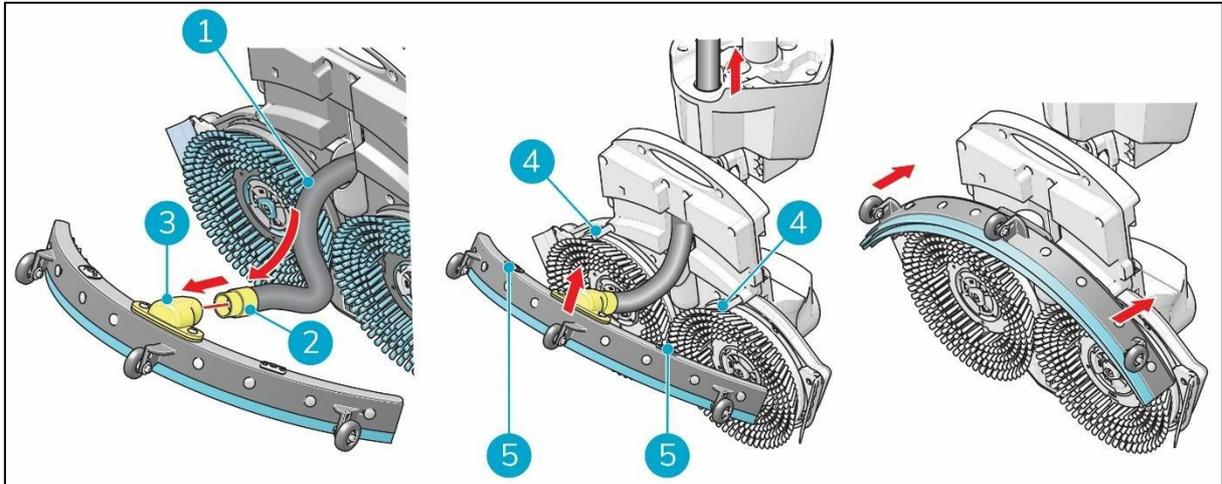

Figura 9
1. Prendere il tubo flessibile del vuoto (figura 9, punto 1).
2. Inserire il raccordo del tubo flessibile (figura 9, pos. 2) nel tergipavimento (figura 9, pos. 3).
3. Ruotare il connettore del flessibile di 1/4 di giro per ottenere un accoppiamento stretto (Figura 9, punto 2).
6. Allineare i perni del piatto di lavaggio (figura 9, pos. 4) con i fori del tergipavimento (figura 9, pos. 5).